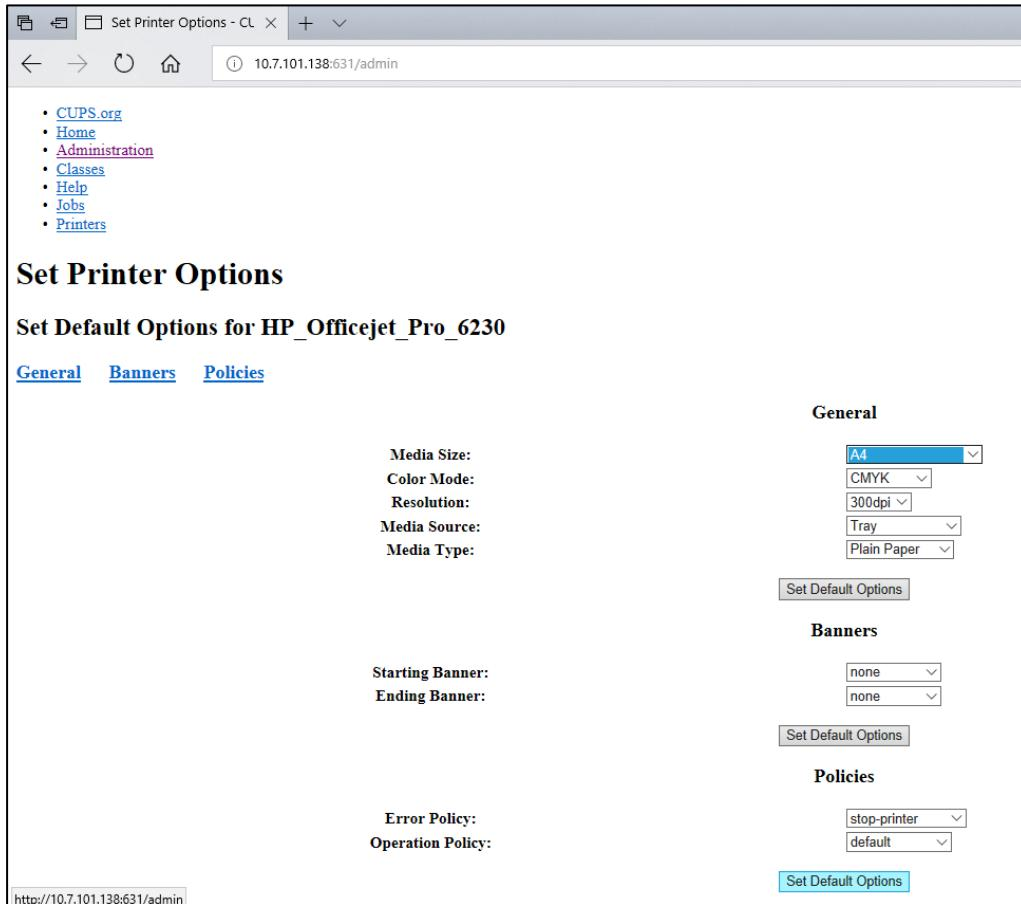

Figura 84. Selectarea Media Size (Dimensiune suport) corectă.
7. Selectați **Media Size** (Dimensiune suport) corectă (cum ar fi „A4”), deoarece unele imprimante nu funcționează dacă formatul hârtiei este greșit. După aceea, salvați selecția prin apăsare pe **Set Default Options** (Setare opțiuni implicate) (Figura 84).